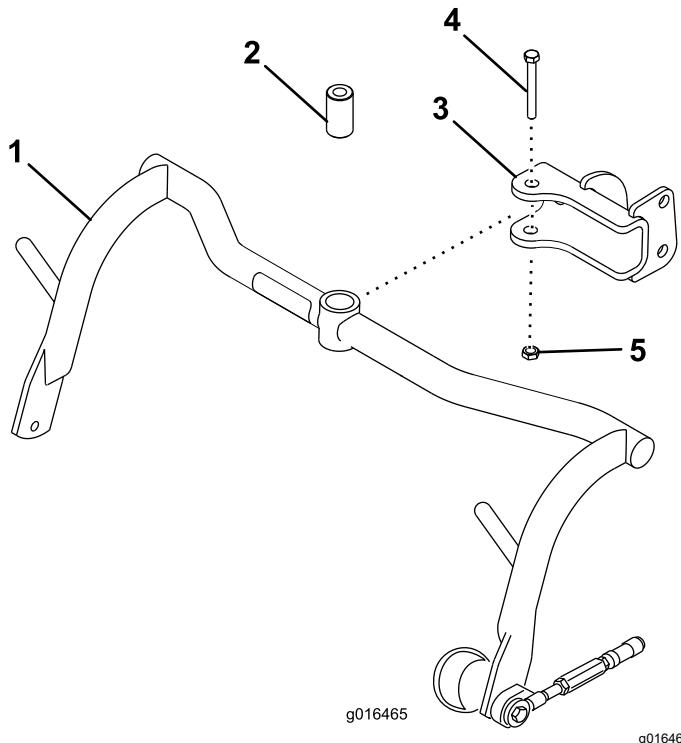

Figura 5
1. Montate un gruppo telaio portante su ciascun perno con testa con un distanziale, un bullone ($\frac{1}{2}$ " x 3¼") e un dado di bloccaggio ($\frac{1}{2}Figura 5. Serrate a una coppia di 91 a 113 N·m.$